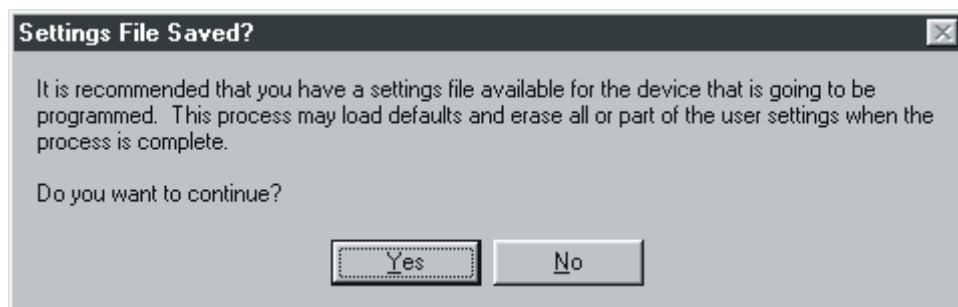

Figura 5-24. Finestra di dialogo promemoria file delle impostazioni
- Fare clic sul pulsante **Start Transfer Data** (Avvia trasferimento dati) per procedere al caricamento del software. Compare la finestra di dialogo di Figura 5-24 che consiglia di salvare le impostazioni del sistema DECS-100 su un file, caricabile sul sistema DECS-100 dopo l'aggiornamento del firmware integrato.